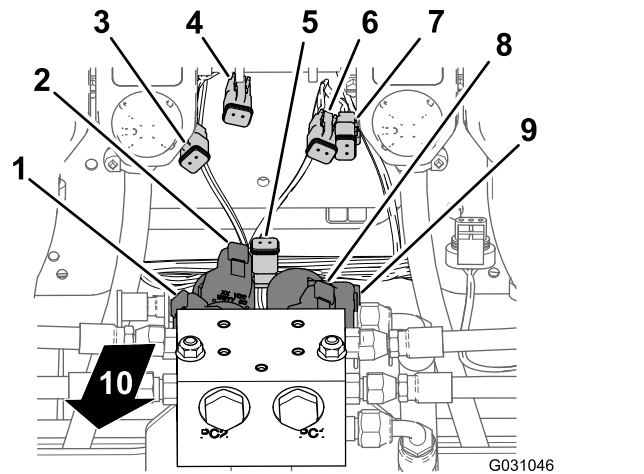
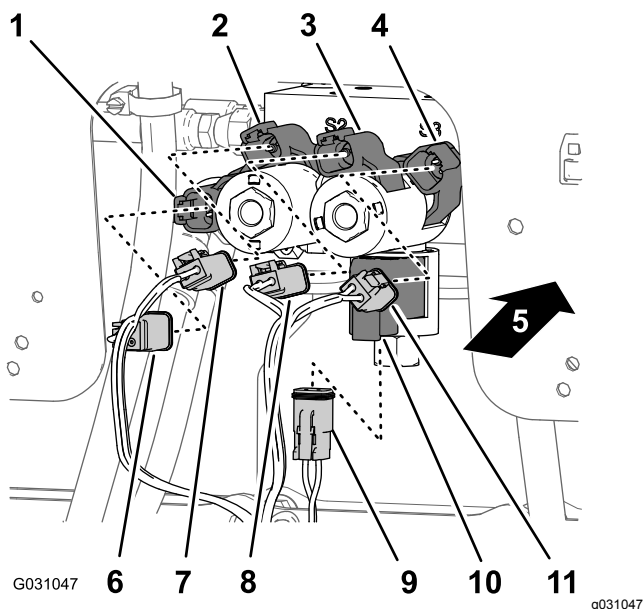

Figure 104
Figure 105
d'activation) au connecteur à 2 broches pour le solénoïde d'activation (Figure 104 et Figure 105).
- Au niveau du solénoïde inférieur droit, branchez le connecteur à 2 douilles du faisceau arrière identifié par **Right Down** (descente côté droit) au connecteur à 2 broches pour le solénoïde de descente droit (Figure 104 et Figure 105).
- Au niveau du solénoïde supérieur droit, branchez le connecteur à 2 douilles du faisceau arrière identifié par **Right Up** (levée côté droit) au connecteur à 2 broches pour le solénoïde de levée droit (Figure 104 et Figure 105).
solénoïde de descente gauche (Figure 104 et Figure 105).